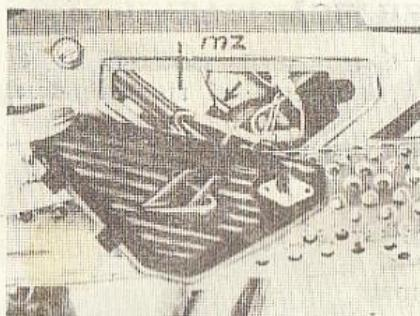
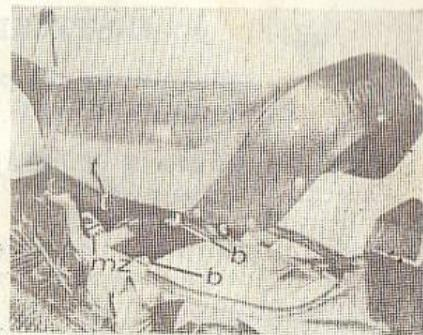

Fig. 11
Fig. 12
În cutia din partea stîngă se găsește o trusa bine echipată, care face posibilă efectuarea operațiunilor de reglare și întreținere ale motoretei, pe care le pot executa posesorii. Pentru remedierea penelor de cauciuc și corectarea presiunii în camerele de aer ale roților, motoreta este prevăzută cu o pompă de aer. Pentru accesul la trusa de scule și la pompa de aer este necesară scoaterea capacului cutiei (fig. 11) și demontarea șei (fig. 12).
1. Apăsați puțin pe cheia capacului (fig. 11) și rotiți ușor.
3. Apăsați cu degetul mare al mîinii stîngi clapeta mecanismului de zăvorire „m.z.“ (fig. 11), cu mîna dreaptă ținînd de rama să.
4. Trageți ușor de rama să înspre înapoi, pînă cînd tija „t“ ieșe din locașul clapetei mecanismului de zăvorire (fig. 12) și buceșele din cauciuc „b“ ies din urechile ramei să. Pentru montarea șei se procedează invers, prin potrivirea urechilor pe buce și a tijei în locaș și împingerea și totodată apăsarea în partea din față a șei.